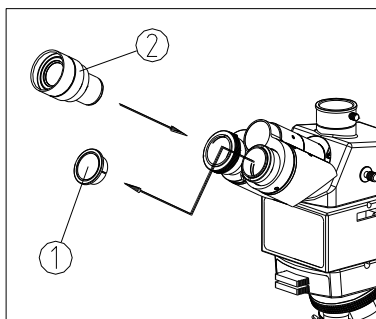

图 15
- (1) 取下目镜管盖①。(如图 15)
- (2) 把目镜②插入目镜管中，直到靠面为止。